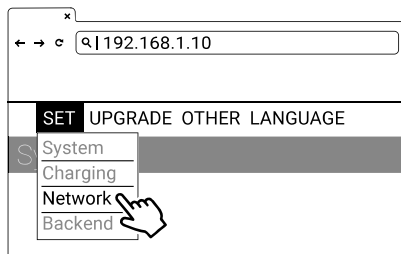

Figura 4-4 Menú SET
- 1) Seleccione Network. Vea la siguiente figura 4-4.